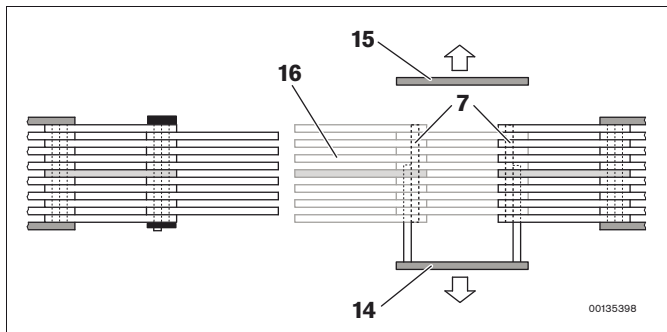

Fig. 12: Acortar: retirar piezas individuales
3. **Acortar:** retire la malla de soldado (14), los dos pivotes oscilantes (7), la malla simple (15) y el fragmento de la cadena dentada (16) (véase la Fig. 12).